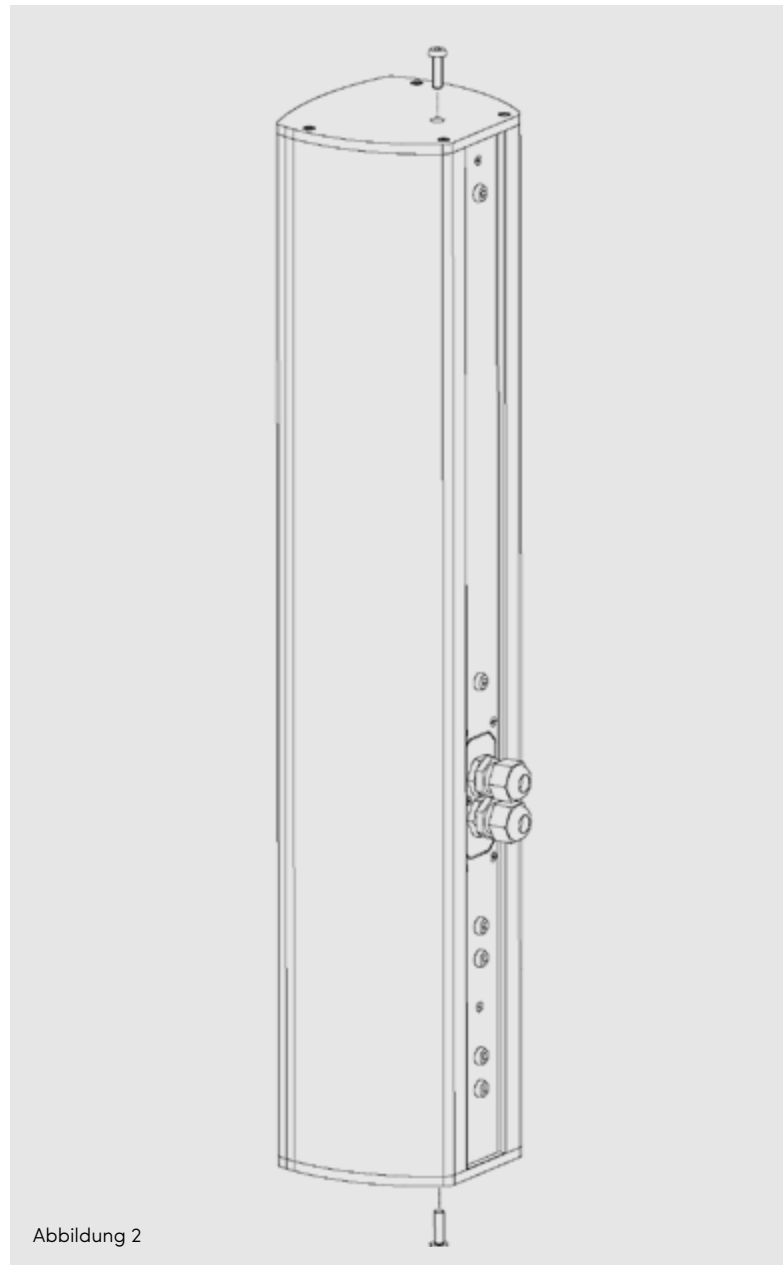

Abbildung 2
1. Entfernen Sie die beiden Linsenschrauben M6 in Deckel und Boden. SIEHE ABBILDUNG 2.